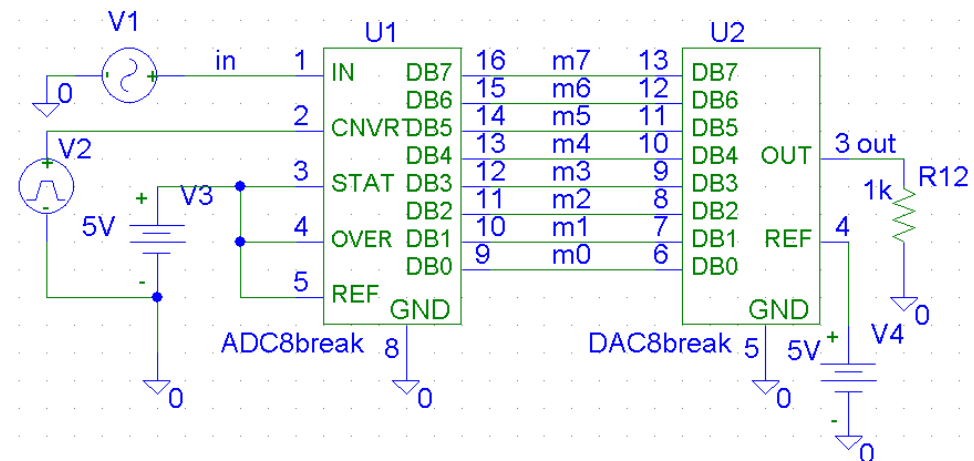

Рис. 6.8. Схема спільного використання ЦАП і АЦП у динамічному режимі
4.Зібрати і дослідити схеми спільного використання ЦАП і АЦП у динамічному режимі (рис.6.8.).